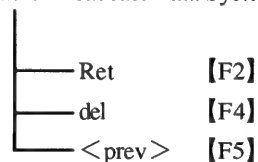

図2-60 ＜Memory manage＞画面のキーフローチャート
2.4.2 項の＜Radio Data System SYS＞画面で、[＜memo＞]キーを押すことで、＜Memory manage＞画面になります。この画面のキーフローチャートを図2-60に示します。